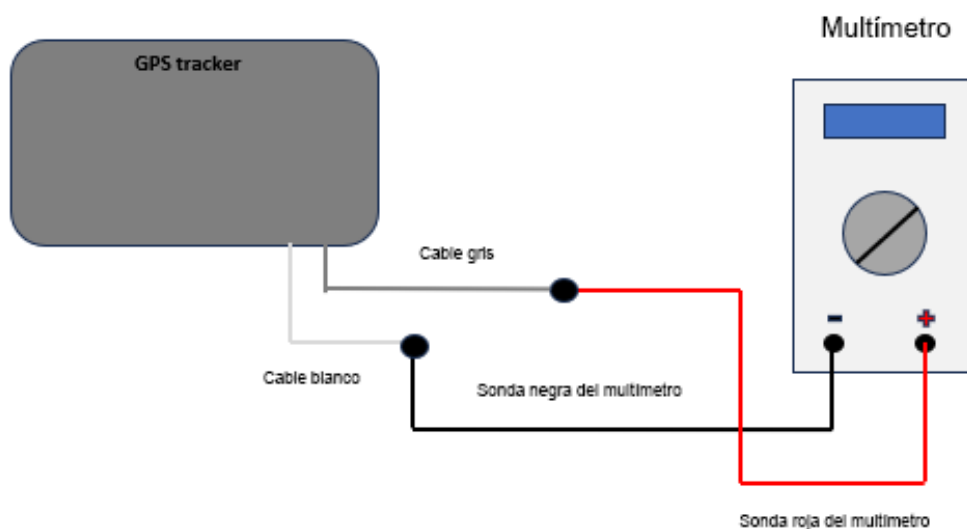

Fig.9 Diagrama de conexión
2. Monte el circuito de conexión de acuerdo con la "Fig. 9 Diagrama de conexión".